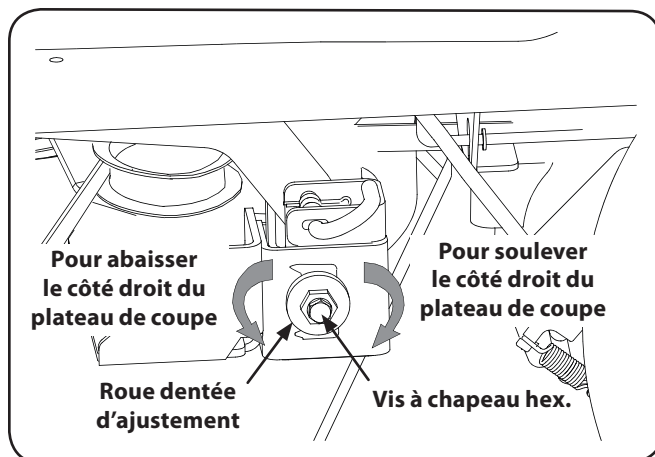

Figure 6-7 (50 po)
- Desserrez (sans l'enlever) la vis à chapeau hex. du support d'accrochage droit du plateau de coupe. Voir la Figure 6-7.